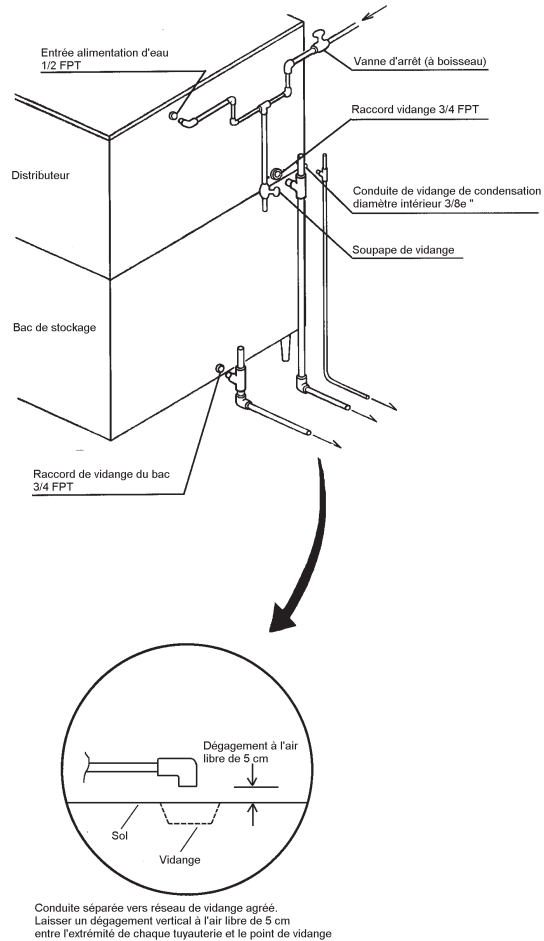

Fig. 6
7. RACCORDEMENTS DE L'ARRIVEE D'EAU ET DE LA VIDANGE - Voir Fig. 6.
- Le raccord de vidange du distributeur et du bac de stockage est de 3/4» FTP. La vidange de la condensation est un tuyau de 10 mm diamètre intérieur. Les tuyauteries de raccordement pour la vidange du distributeur doivent être effectuées séparément de celles de la vidange du réservoir. La vidange finale doit être équipée d'une aération pour assurer un bon débit pendant le cycle de récolte (Voir Fig. 6).
- Les vidanges ne doivent pas être raccordées directement au circuit d'évacuation d'eaux usées. Il faut laisser un espace d'air d'un minimum de 5 cm verticalement entre l'extrémité du tuyau de vidange du distributeur ou du réservoir et l'orifice de l'évacuation au niveau du sol (Voir Fig. 6).